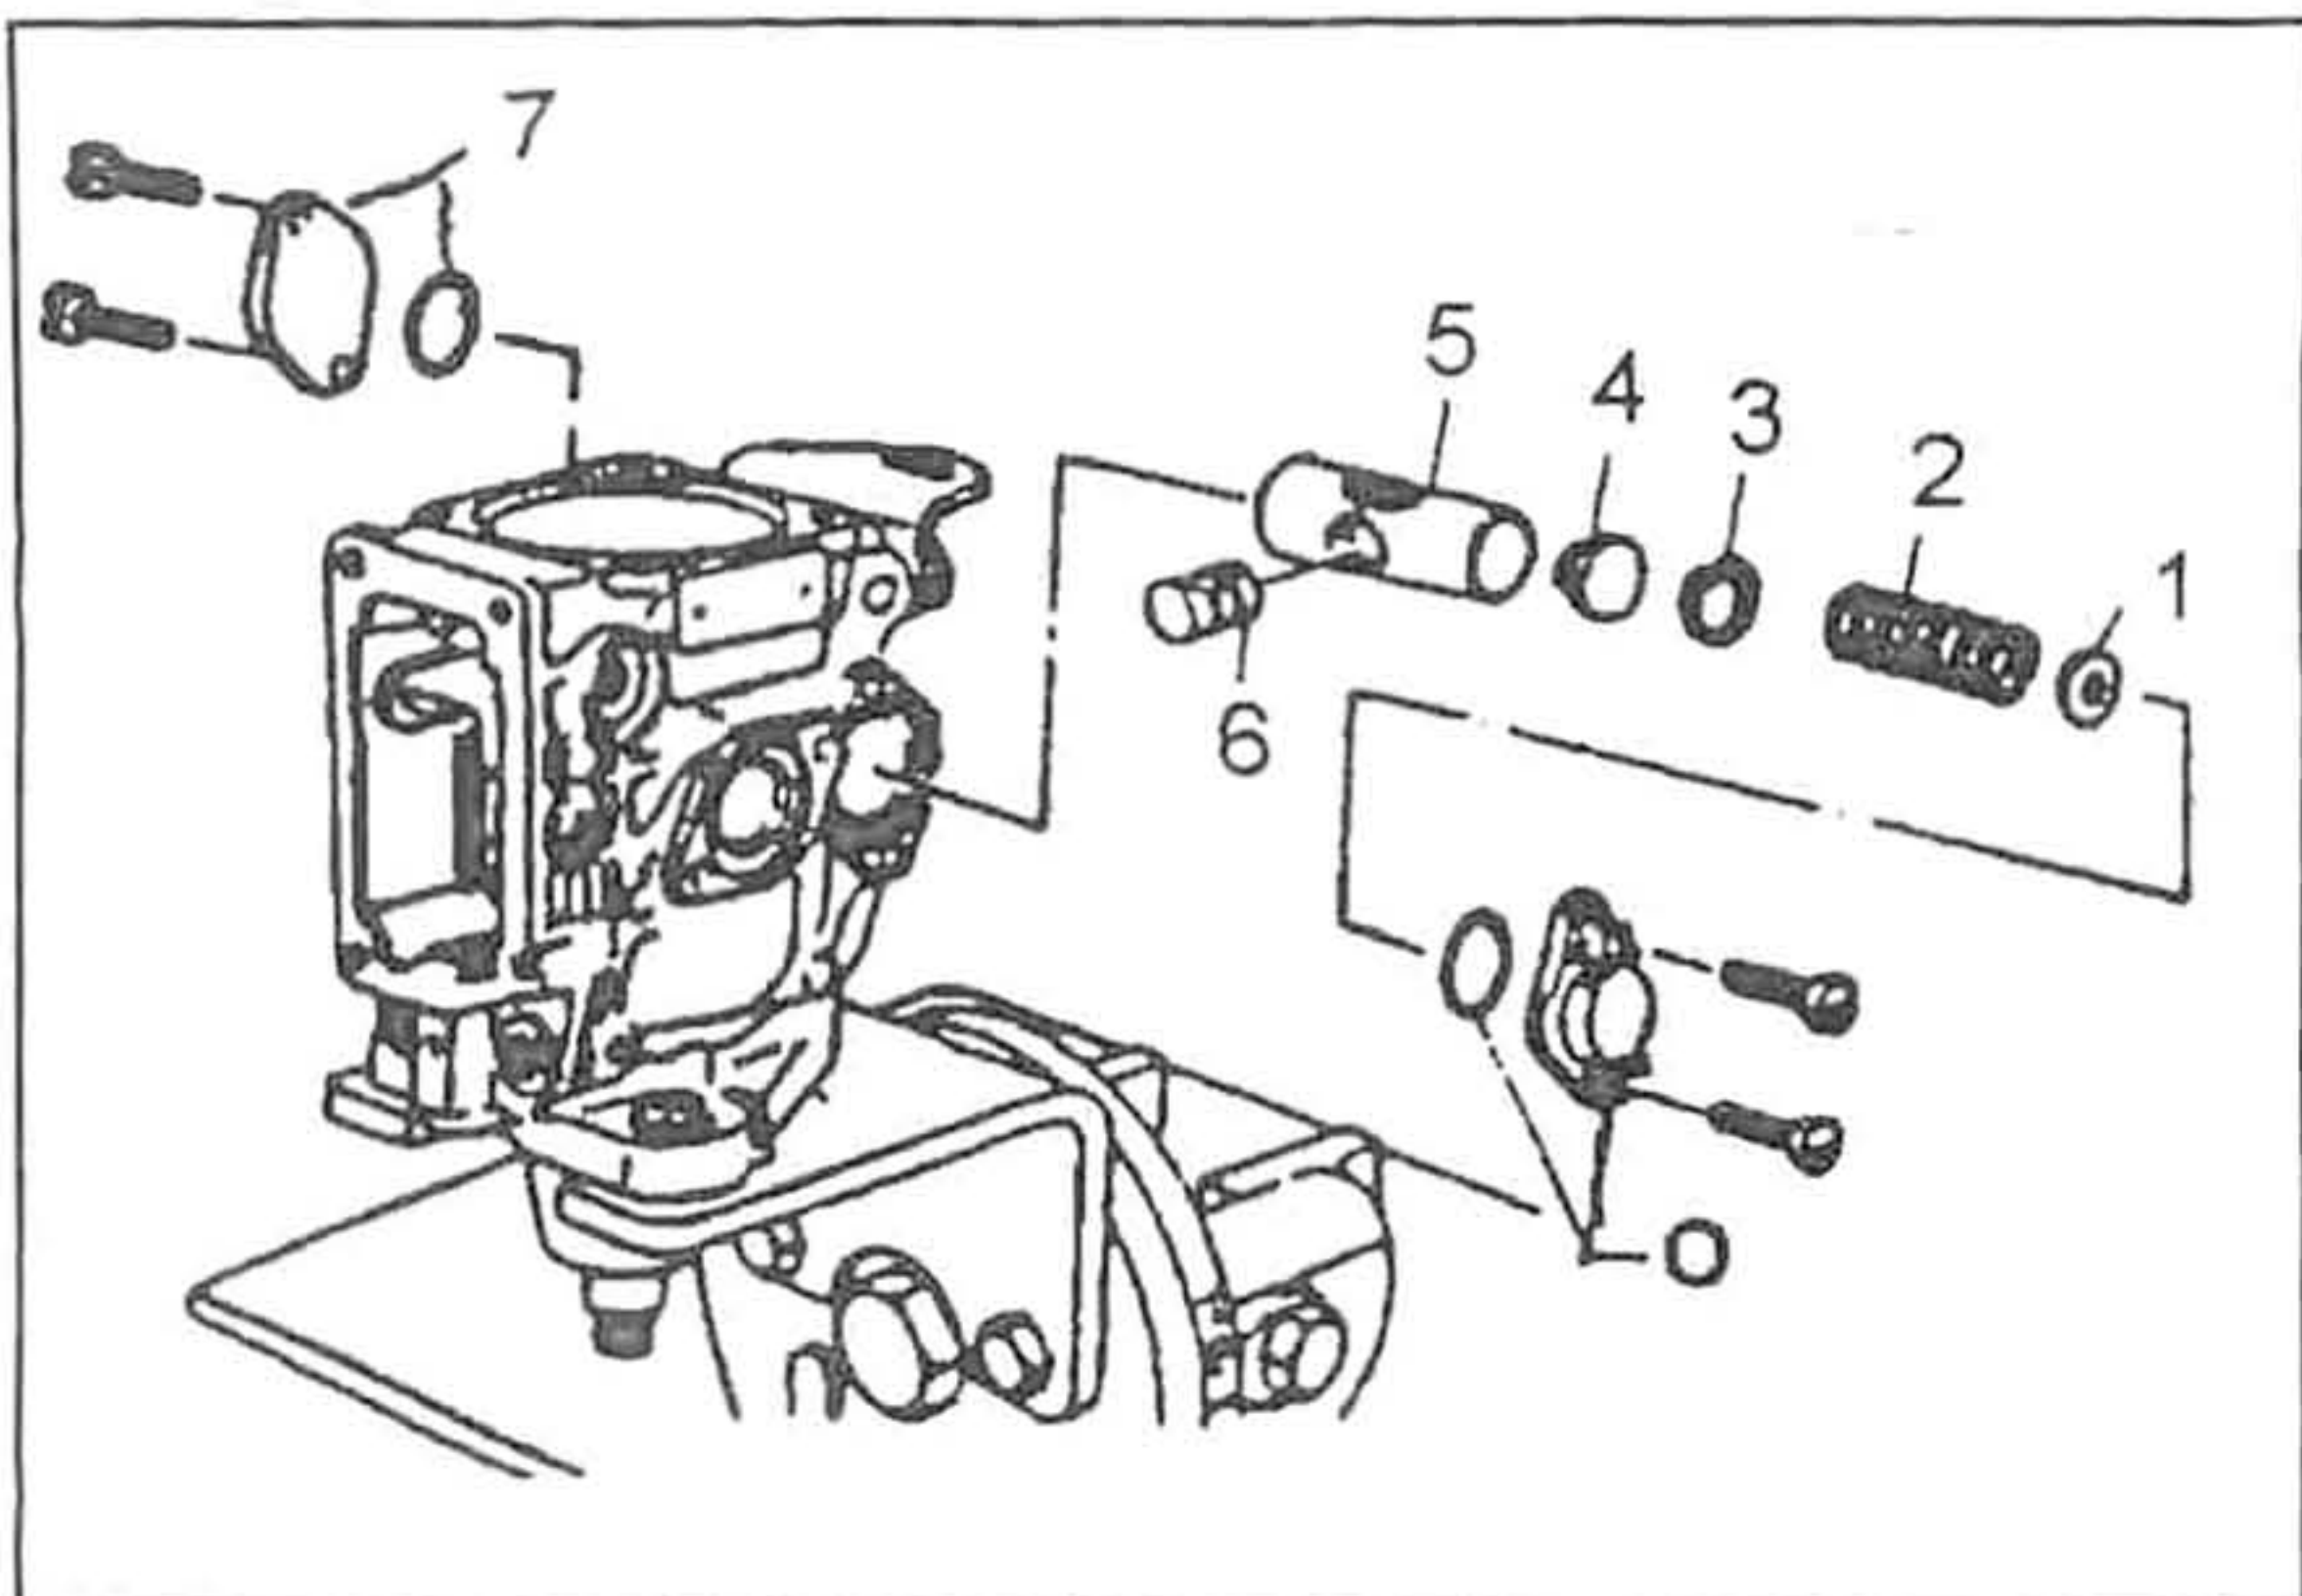
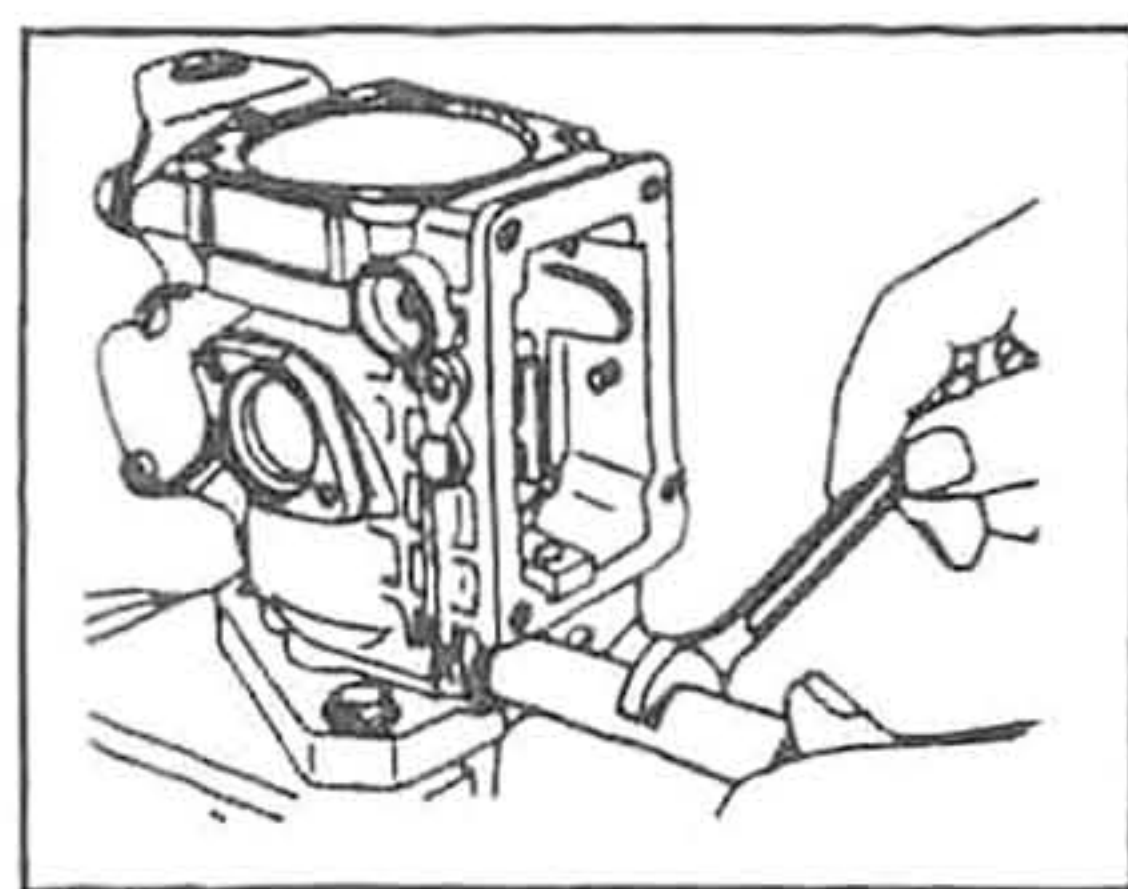

Рис. 273. 1. Шайба. 2. Пружина. 3. Пружинное стопорное кольцо. 4. Сервоклапан. 5. Поршень. 6. Ползун.
Рис. 274.
С двух сторон корпуса насоса выверните винты крепления крышек таймера частоты вращения, снимите крышки с уплотнительными кольцами (7) и извлеките элементы таймера: шайбу (1), пружину (2), пружинное стопорное кольцо (3), сервоклапан (4), поршень (5) и ползун (6) (рис. 273). Уплотнительные кольца крышки таймера - элементы разового использования: даже при отсутствии видимых повреждений их следует заменять при разборке. С верхней стороны корпуса насоса выверните регулировочный клапан (рис. 274).